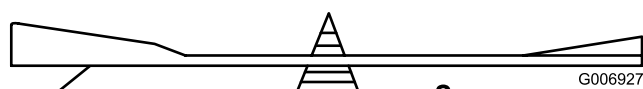

Bild 35
2. Überprüfen Sie die Auswuchtung des Schnittmessers auf einer Ausgleichsmaschine (Bild 35). Wenn das Schnittmesser in seiner horizontalen Position bleibt, ist es ausgewuchtet und kann wiederverwendet werden. Feilen Sie, wenn das Schnittmesser nicht ausgewuchtet ist, an der Rückseite des Messers etwas